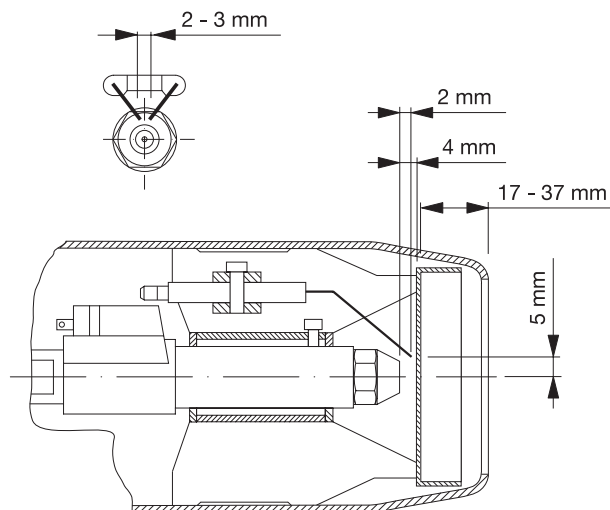

Abbildung 10 / Figure 10
- Abstand zwischen Stauscheibe und Düse (siehe Abb. 10).
- For the distance between baffle plate and nozzle (see fig. 10).
- Ecart entre l'accrocheur de flamme et le gicleur (Cf. fig. 10).
- Die Einstellmaße der Zündelektroden sind zu prüfen bzw. einzustellen (siehe Abb. 10). Anschließend den Brenner in die Betriebsposition bringen und die Service-Schraube anziehen.
- The settings of the ignition electrodes are to be inspected and / or re-adjusted (see fig. 10).
- Vérifier et éventuellement régler les références de position des électrodes d'allumage (Cf. fig. 10). Mettre ensuite le brûleur en position de service et visser la vis de service.